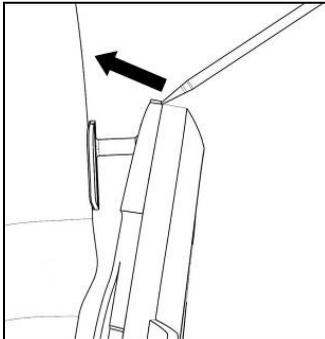

Abb. 18
- Heben Sie das Verriegelungssystem des oberen Füßchens wie auf Abb. 18 dargestellt mit Hilfe eines flachen Schraubenziehers oder eines ähnlichen Werkzeugs an;